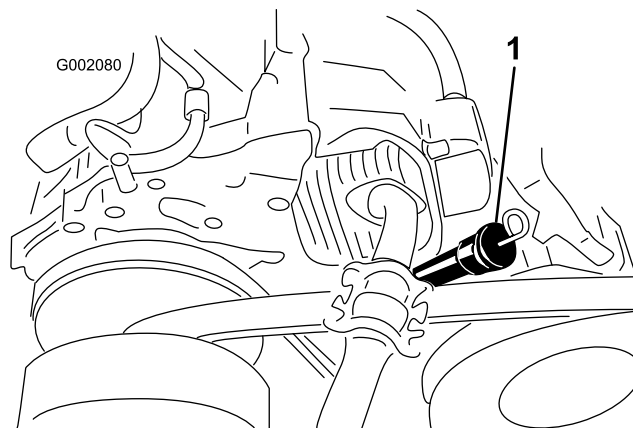
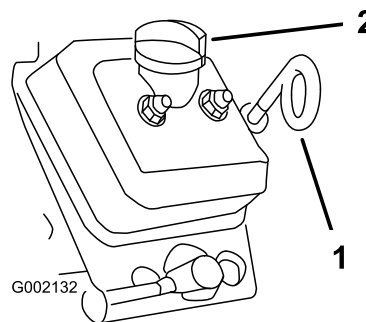

Рисунок 10
Рисунок 11
2. Очистите поверхность вокруг масломерного щупа (Рисунок 10 для моделей №07266ТС, №07279 и Рисунок 11 для модели №07273/ТС), чтобы загрязнения не могли попасть в заливное отверстие и привести к повреждению двигателя.